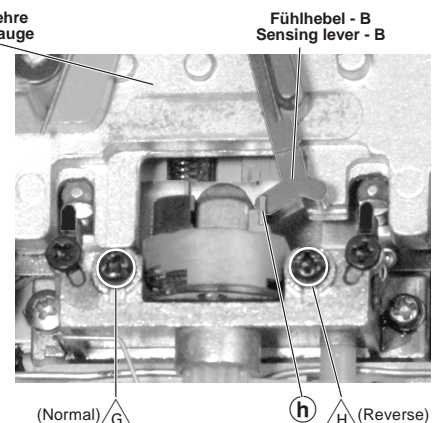

Fig. 46
- Einstellschrauben  $\textcircled{g}$  so verdrehen, daß sich der Fühlhebel B leicht zwischen den Bandführungen  $\textcircled{e}$  bzw.  $\textcircled{f}$  bewegen läßt. Sind die beiden Bandführungen in der Höhe eingestellt, so muß die Unterkante des Fühlhebels B sich auch leicht über die Unterkante der Kopfgabel  $\textcircled{h}$  (Fig. 46) des Kombikopfes schieben lassen (Laufrichtung  $\triangleright$  und  $\triangleleft$ ). Der Kombikopf muß dabei senkrecht stehen und darf keine Neigung aufweisen. Der Kopfspiegel muß im rechten Winkel zum Chassis bzw. parallel zur Tonwelle stehen.
- Turn the adjustment screws  $\textcircled{g}$  so that the sensing lever B moves smoothly between the tape guides  $\textcircled{e}$  or  $\textcircled{f}$ . When the height of both tape guides is correctly adjusted, it must also be possible to move the lower edge of the sensing lever B smoothly over the lower edge of the head guide  $\textcircled{h}$  (Fig. 46) (direction  $\triangleright$  and  $\triangleleft$ ). The combi head must be in vertical position and must not be tilted. The head face must be perpendicular to the chassis or in parallel with the capstan.